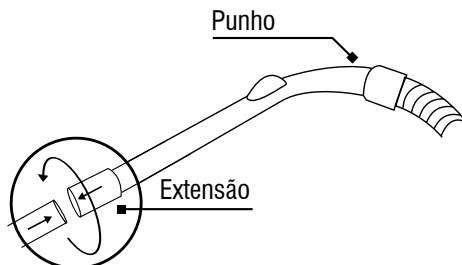

Fig. 8 – Conectando o punho no tubo extensor
- Conecte o punho no tubo extensor e, em seguida, gire para finalizar a conexão, conforme mostra a Fig.8;